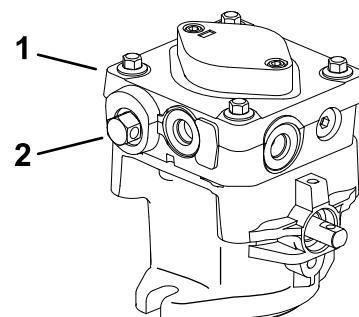

Figure 14
2. Ouvrez le vannes de dérivation en les tournant 1 à 2 fois dans le sens antihoraire. Cela permet au liquide hydraulique de contourner les pompes et aux roues de tourner (Figure 14).